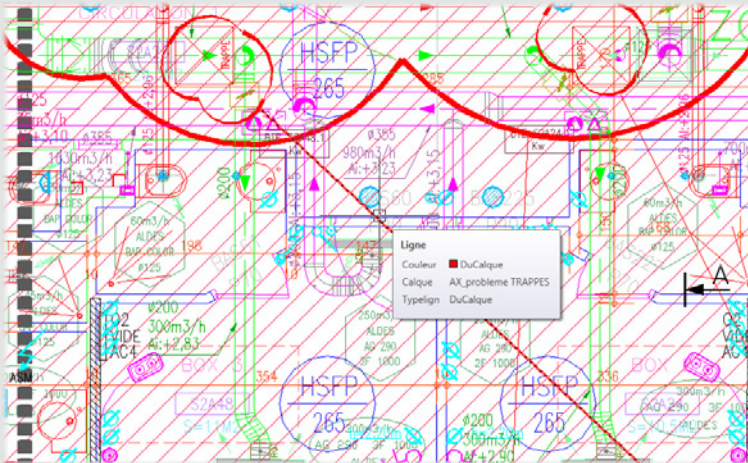

Figure 14
8. Nous pouvons zoomer en avant pour voir un peu mieux ce qui se cache derrière ce dédale de lignes (voir Figure 14). Nous comprenons maintenant la multitude de lots techniques qui se superposent sur le même plan.